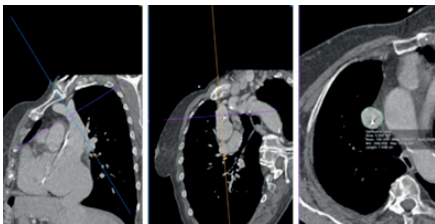

Figura 4: Ajuste dos planos
1. Coloque o centro da interseção da linha no ponto de interesse. Repita para os 3 planos apresentados no ecrã da MPR 3D (Figura 4).